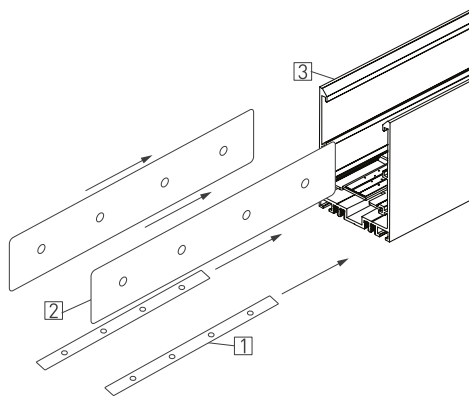

Рисунок 5. Установка соединителей в пазы шинпровода.
- 3.20. Установите в пазы шинпровода [3] коннекторы SIDE [2] и UP [1] на половину длины и закрепите их установочными винтами из комплекта поставки (см. рисунок 5).